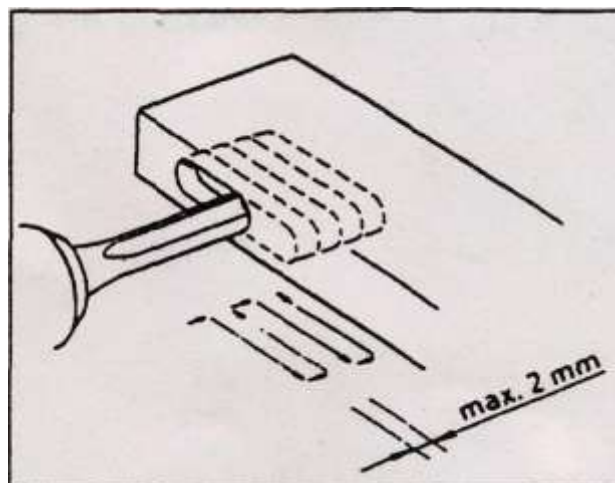

Рис. 5
2. Первый способ изготовления паза: вставьте фрезу и углубляя ее макс на 2 мм перемещайте по всей длине паза, повторяйте эту операцию до тех пор пока не углубитесь на необходимую глубину. См. рис.5.